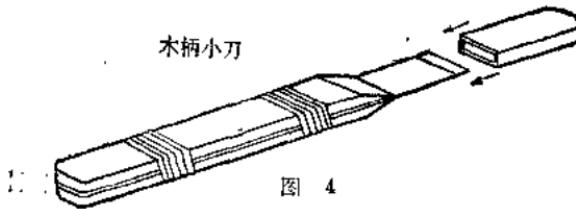

图 4
4. 把锤平的地方用铁锤打扁，如图 4 所示。
4. 为了安全使用和保护刀口，可以用硬纸板做成一只套子，套在刀口部分，如图 4。